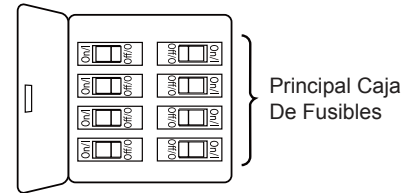

Figura 1
Uso de perfil bajo (Figura 1)
1. Extraiga la pieza de la bola colgante de la unidad de la bola colgante / varilla aflojando el tornillo de presión de la bola colgante hasta que la bola se libere de la varilla. Retire el pasador del barral y luego extraiga la semiesfera. Conserve el pasador y la semiesfera para su reinstalación en el Paso 6. (Figura 1)
Para evitar una posible descarga eléctrica, asegúrese de cortar la alimentación eléctrica de la caja de fusibles principal antes de colgar el ventilador. (Figura 1)
1. Para configurar el código de unidad del receptor. Deslice los interruptores de código a las mismas posiciones que en el transmisor. (Figura 1)
- ☐ 1. Ensamble la base girando y teniendo cuidado de no pisar los cables el chavetero de la base sobre el tornillo de reborde de la abrazadera para colgar. Presione ligeramente e incline el motor para tener más espacios para fijar los tornillos del hombro. Ajuste el tornillo de reborde. Ensamble por completo el segundo tornillo de reborde que antes había retirado ajústelo. (Figura 1)
- ☐ 1. Deslice con cuidado las aspas a través de la ranura, como se muestra. Asegúrese de que la muesca de la pala esté completamente colocada en el tornillo hexagonal de cabeza hueca. Fije las ocho palas correctamente usando las placas de las palas y los tornillos de cabeza de botón. (Figura 1)
- ☐ 1. Extraiga uno de los tres tornillos del soporte ubicado en la parte inferior de la unidad del motor. Guárdelos para después y afloje levemente los otros dos tronillos. (Figura 1)